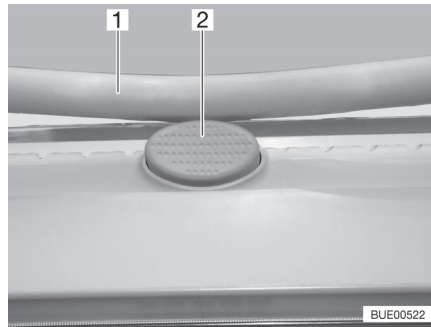

Bild 17 Sicherungsknopf (Heki-Dachhaube)
- Den Sicherungsknopf (Bild 17,2) drücken und den Bügel (Bild 17,1) mit beiden Händen nach unten ziehen.
- Den Bügel mit beiden Händen nach oben drücken, bis der Bügel oberhalb des Sicherungsknopfes (Bild 17,2) liegt.